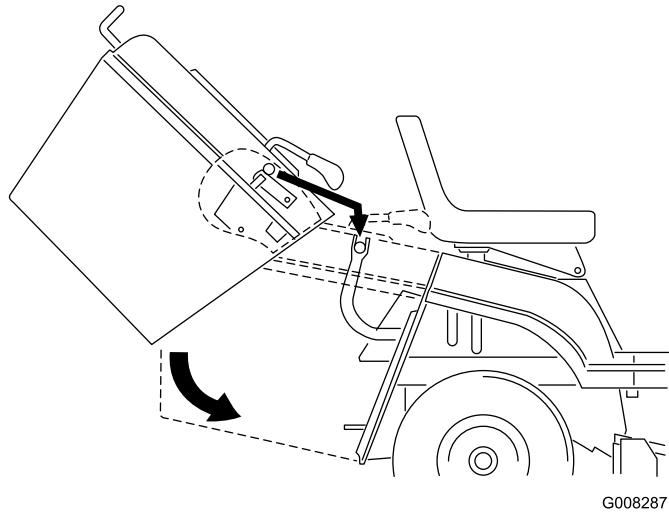

Bild 34
1. Kippen Sie das Heckfangsystem mit beiden Händen nach vorne (Bild 34).
2. Kippen Sie das Heckfangsystem ungefähr 40 Grad nach vorne. Schieben Sie es dann auf die Stützschienen hinten an der Maschine (Bild 34).